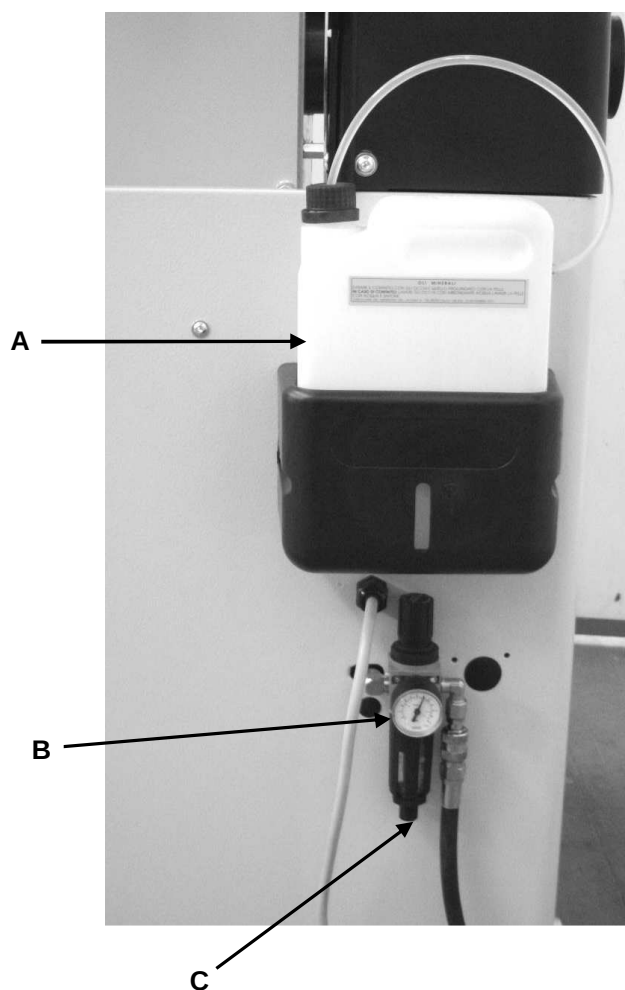

Fig. 10-01
- Vérifier le niveau de l'huile de lubrification de la coupe (**Fig. 10-01 - Réf. "A"**)
- Contrôler sur le manomètre "**B**" le niveau de la pression d'entrée de l'air (**Fig. 10-01**).
Sans débrancher le tube d'alimentation de l'air, appuyer sur le pommeau "**C**" - **Fig. 10-01** et vérifier que l'embout correspondant est ouvert. L'évacuation de la condensation se fait automatiquement (toujours avec l'embout ouvert) à chaque fois que l'on débranche le tube d'alimentation de l'air.